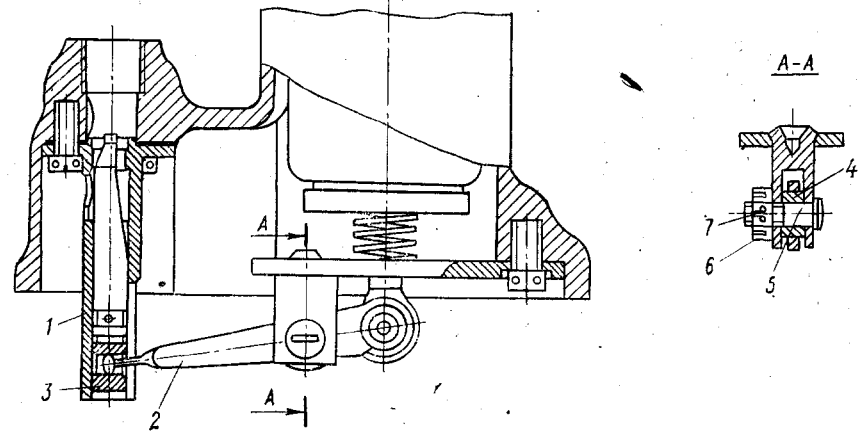

Рис. 13. Установка иглы висотного автокорректора (ВАК):
2. С помощью плоскогубцев и ключа  $S=7 \times 9$  расконтрите и отверните гайку 6 (рис. 13).